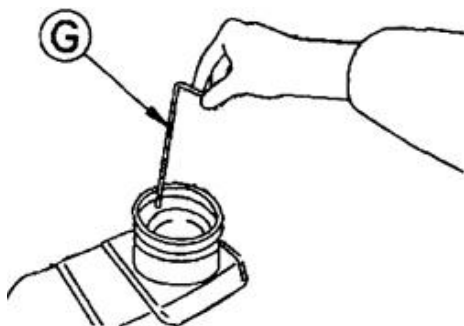

Рис. 6-3
5. Вытащить измерительный стержень, показывающий уровень топлива, и проверить уровень машинного масла. Если уровень машинного масла низкий, следует дозаправить топливный бак. Следует также проверить сапун двигателя во избежание засорения. (см. Рис. 6-3)